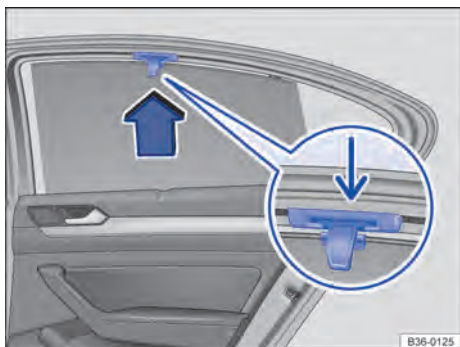

Fig. 113 No vidro traseiro direito: cortina de proteção solar.
- Puxar a cortina de proteção solar pela alça frontal → Fig. 113 (lupa) no sentido da seta, totalmente para cima.
- Prender a barra retentora com ambos os olhais nos respectivos suportes → Fig. 113 (seta pequena). Verificar se a cortina de proteção solar estendida está encaixada seguramente em no suporte.